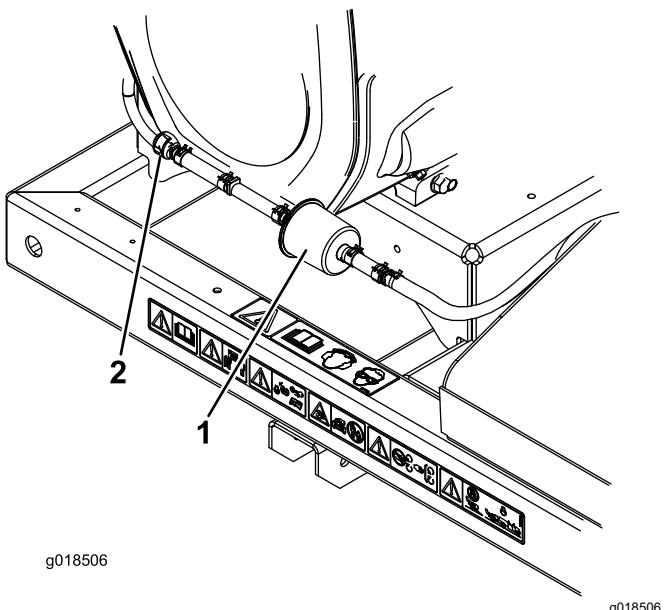

Figura 22
2. Aleje del filtro las abrazaderas de muelle de ambos lados del filtro del tubo de purga del cartucho de carbón (Figura 22).
3. Retire y deseche el filtro de carbón (Figura 22).
4. Instale un filtro nuevo en el tubo con la flecha del filtro apuntando hacia la válvula de retención, y sujetelo con las abrazaderas (Figura 22).